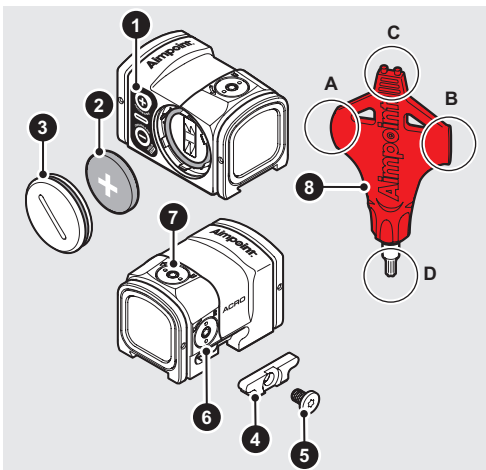

Fig 1 Översikt
- c Sätt i batteriet (2) med den positiva polen (+) mot batterilocket (3) enligt Fig 1.
När du monterar siktet med ett gränssnitt som är kompatibelt med det integrerade fäste som visas i Fig 1, följer du den beskrivna proceduren: